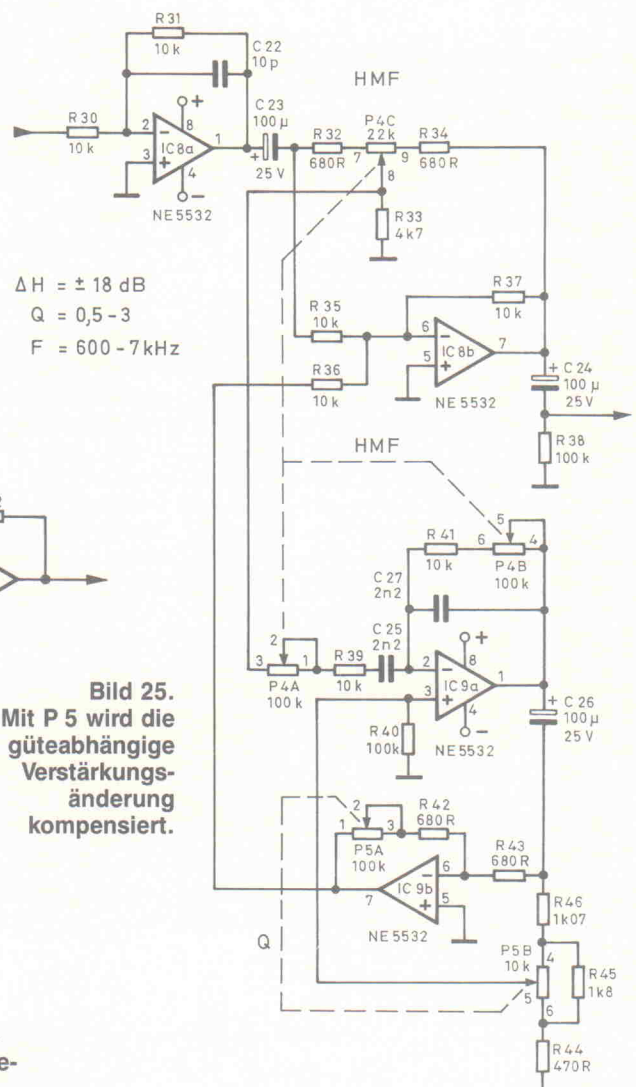
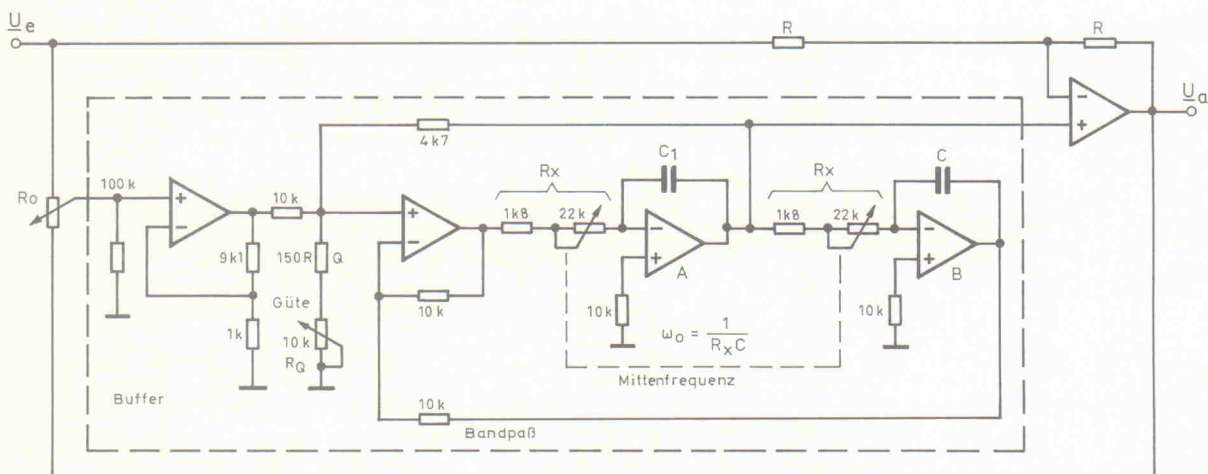

Bild 25. Mit P 5 wird die güteabhängige Verstärkungsänderung kompensiert.
Bild 26. Auch mit dem State-Variabel-Filter lassen sich EQs realisieren.
Die entsprechende Schaltung zeigt Bild 25. Der Bandpaß
telfrequenz und Güte fast immer als State-Variabel-Filter, zu deutsch: 'rückgekoppelter Doppelintegrator', aufbaut (Bild 26). Die Erklärung der Funktionsweise dieser Schaltung würde den Rahmen dieses Artikels sprengen, deshalb kurz
len Aussteuerungsbereich gelegt (etwa +21 dBu). Wird der Ausgleichsverstärker wie in Bild 26 vor das Filter geschaltet, ergibt sich zwar theoretisch ein geringfügig besserer Rauschabstand (bei starken Anhebungen/Absenkungen), dafür sinkt aber der maximale, unverzerrte Pegel um den Betrag der Verstärkung. (In Bild 25 sind das 20 dB!) Eine ebenfalls praktizierte Lösung ist, den Ausgleichsverstärker wegzulassen und durch Erhöhung der Widerstände der Summierer den Wert von  $H_{\max}$  trotzdem zu erreichen. Deutlicher Nachteil: durch die hochohmige Beschaltung steigt der Rauschpegel unabhängig von  $H$  an.
Der Platzierung der Band-Ein-/Ausschaltung kommt bezüglich des Rauschverhaltens entscheidende Bedeutung zu. State-Variabel-Filter besitzen ein nicht unerhebliches Eigenrauschen. Bei einer Ein-/Ausschaltung am Filtereingang wird dieses bei  $H_{\max}$  voll hörbar, verschlechtert also den Rauschabstand des gesamten Gerätes. Die hier nach den Filtern erfolgte Abschaltung vermeidet diesen Effekt. Übrigens dürfte dies auch der Hauptgrund sein, warum die Schaltung aus Bild 25 einem State-Variabel-EQ vorgezogen wurde. Zwar sind keine Güten über 5 ohne Beeinflussung von  $H$  realisierbar, dafür ist das Eigenrauschen auch bei  $H_{\max}$  minimal!
- Bild 25: Soundlight-Este